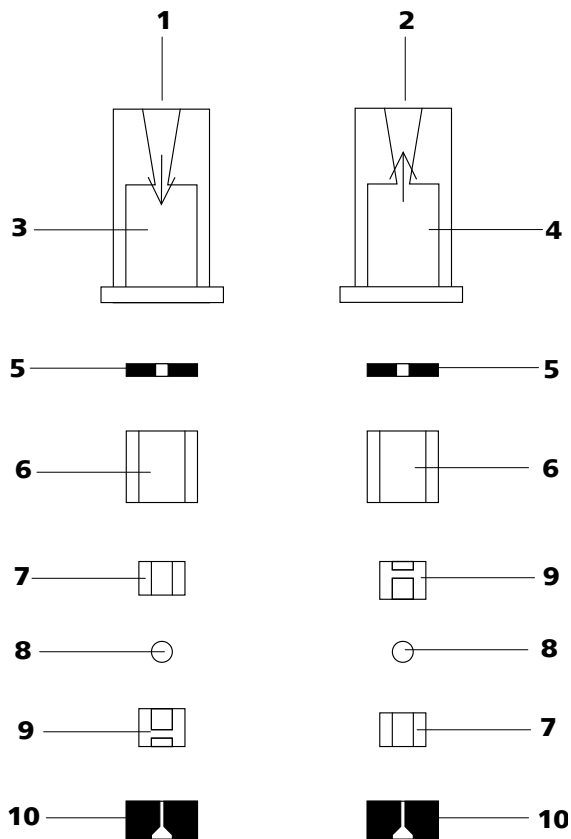

Abbildung 41 Bestandteile von Einlassventil und Auslassventil
- Einlassventil und Auslassventil bestehen aus den gleichen Bestandteilen, die nur unterschiedlich angeordnet sind (siehe Abbildung 41, Seite 76).
Ventilbestandteile *gemäss* Abbildung 41, Seite 76 wieder zusammensetzen.
- Die übrigen Ventilbestandteile in der richtigen Reihenfolge (*siehe Abbildung 41, Seite 76*) aufeinander legen.
Ist dies nicht der Fall, muss das Ventil nochmals zerlegt und richtig zusammengesetzt werden (*siehe Abbildung 41, Seite 76*).